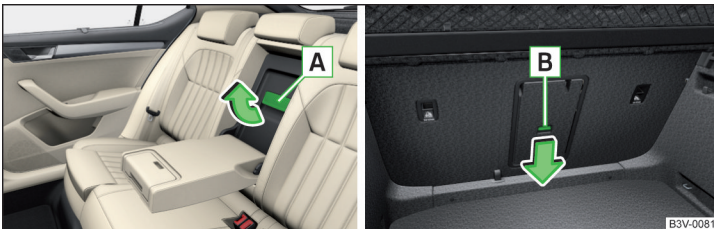

Abb. 81 Deckel öffnen: vom Innenraum aus / vom Gepäckraum aus
- Den Griff **A** in Pfeilrichtung » Abb. 81 ziehen und den Deckel nach vorn klappen.
- Die Entriegelungstaste **B** in Pfeilrichtung » Abb. 81 schieben und den Deckel mit der Armlehne nach vorn klappen.
Darauf achten, dass die Armlehne nach dem Schließen des Deckels immer eingerastet ist. Das lässt sich daran erkennen, dass das rote Feld oberhalb der Entriegelungstaste **B** » Abb. 81 vom Gepäckraum aus nicht zu sehen ist.